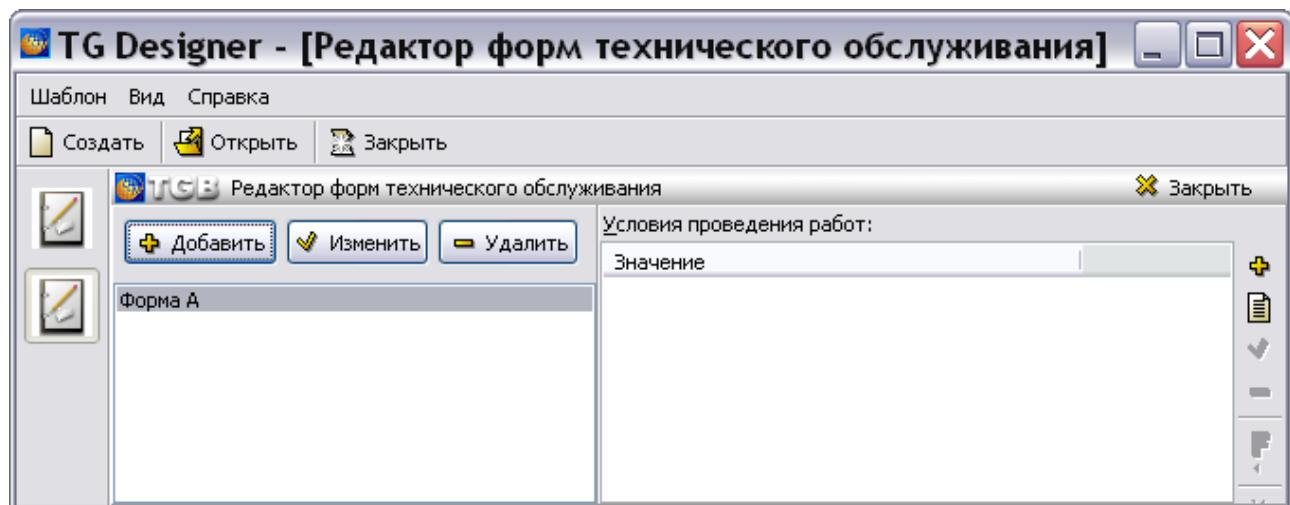

Рис. 3.91
3. Нажмите на кнопку **OK**. После этого произойдет возврат в окно **Редактор форм технического обслуживания**, в левом окне которого появится название созданной формы обслуживания (Рис. 3.91).